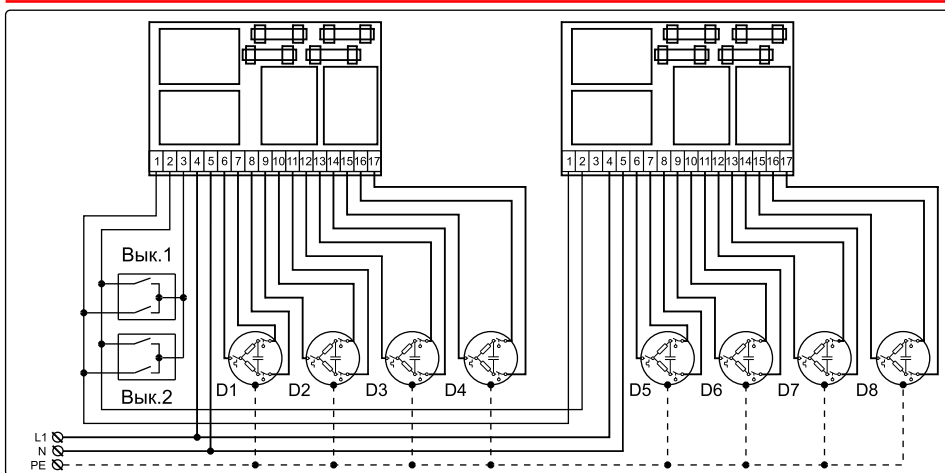

Рисунок 3. Схема подключения двух ГУ-4
ГУ-4 можно объединять между собой в группы для управления 8-ю, 12-ю и более электроприводами с одним или несколькими центральными выключателями (см. Рис.3).
- Подключить клеммы 1 всех ГУ-4 к контакту выключателя, отвечающему за направление «ВВЕРХ» (см. рис. 3).
- Подключить клеммы 2 всех ГУ-4 к контакту выключателя, отвечающему за направление «ВНИЗ» (см. рис. 3).